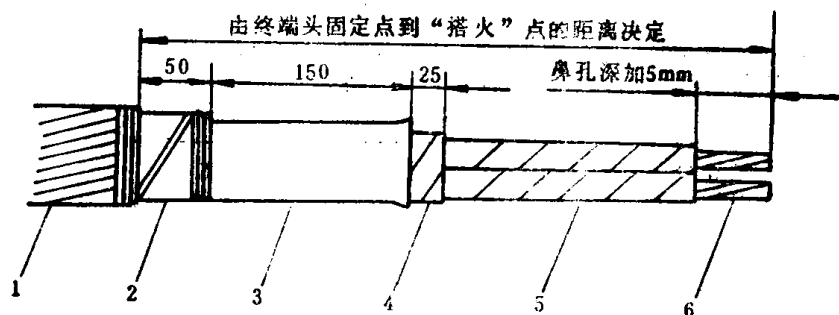

图1 户内尼龙终端头（NTN型）剥切尺寸图
(5) 按图 1 尺寸剥铅、胀喇叭口, 在剥铅处用刀子将铅包刻一环形深痕, 其深度不应超过铅包厚度的 $1/2$, 然后用剥铅刀在电缆末端至环形痕间的铅包上进行剥铅。当用切线式剥铅法时, 剥铅刀与电缆应成 $30^{\circ} \sim 45^{\circ}$ 的角度, 从末端往环形痕剥铅, 要注意不要剥伤统包纸绝缘。为用双线式剥铅法时, 用剥铅刀从环形痕往末端划两条平行深痕, 其深度不应超过铅包厚度的一半, 两条线的距离约 $5 \sim 10\text{mm}$, 然后从末端开始将铅包剥除。剥铅包时应将环形痕处撕成喇叭口, 要注意勿将喇叭口撕破。
（9）压接线鼻子和标相色。根据“搭火”点的位置，弯好三相电缆尾线，将多余部分线芯锯掉，见图1，测量线鼻子孔深度加5mm，切除相绝缘纸进行压接线鼻子。对扇形导线压接前先用鱼嘴钳将导线夹圆，用绑线扎紧、扎圆，用汽油汤布将线芯擦净再套入线鼻子。禁止使用榔头等硬物直接砸线鼻子，必要时可垫木板，防止线鼻子变形，影响接触。压接线鼻子的压坑数为两个，压接时先压靠电缆线侧，后压靠线末端侧，要求压坑应正，位置在同一条直线上。压坑与压坑间，压坑与边缘的距离及压坑的深度符合要求，压接线鼻子不应有裂纹、尖刺。